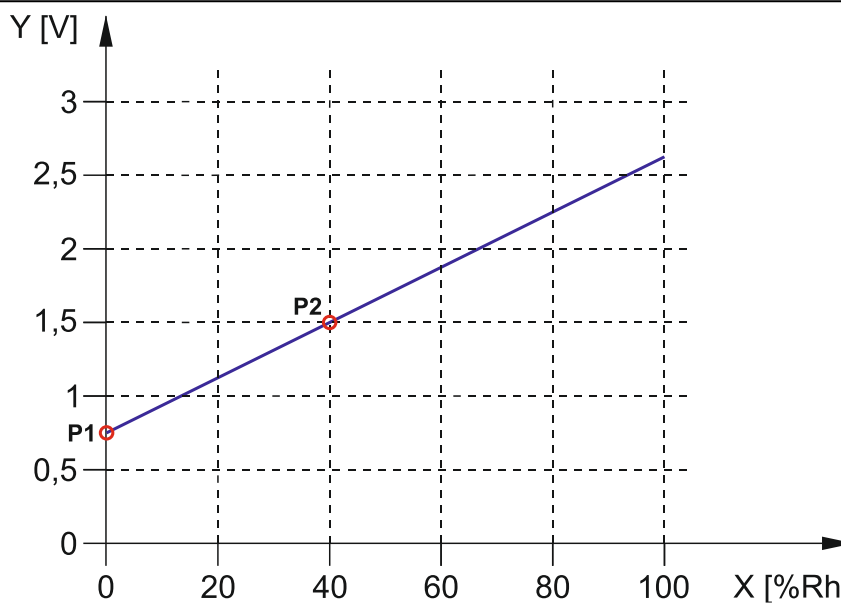

Fig. 21. Exemple de la caractéristique linéaire du capteur d'humidité de l'air.
Vous pouvez définir comment la valeur de tension sur l'entrée analogique sera mise à l'échelle en fonction de la grandeur physique enregistrée par le capteur connecté à l'entrée. Utilisez la caractéristique linéaire de la notice d'installation du capteur. Cette caractéristique illustre la dépendance entre la tension sur la sortie du capteur et la grandeur physique enregistrée par le capteur (voir fig. 21).
**P1 / P2** – entrez la valeur de tension (X1 / X2) et la valeur correspondante de la grandeur physique (Y1 / Y2) pour deux points sur la caractéristique linéaire du capteur (voir l'exemple de la fig. 21, où : P1: 0,75 V -> 0% Rh i P2: 1,5 V -> 40% Rh).